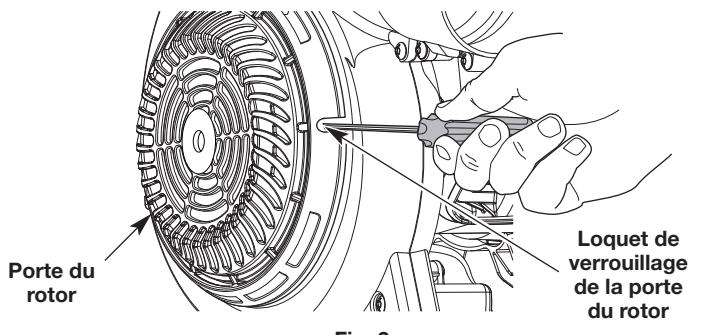

Fig. 2
1. Insérez un tournevis à tête plate dans l'orifice dans la porte du rotor et enfoncez la languette de verrouillage de la porte (Fig. 2). Ouvrez la porte du rotor.